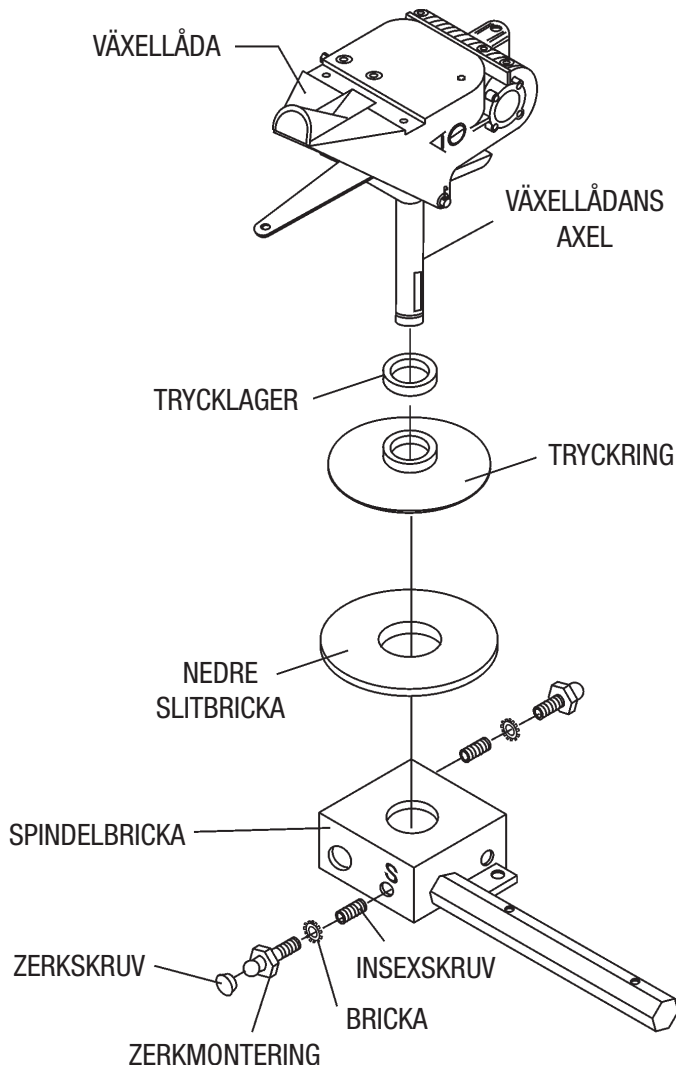

Bild 24. Borttagning av spindel/växellåda
- a. Ta bort zerkmonteringen och insexskruven med bokstaven "S" (bild 24). Dessutom, på motsatta sidan av spindelblocket finns en annan zerkmontering och insexskruv, ta bort båda dessa komponenter.